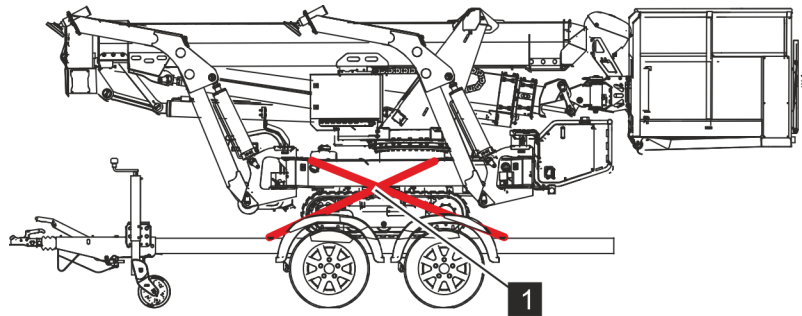
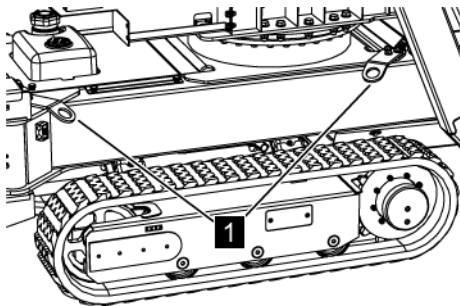
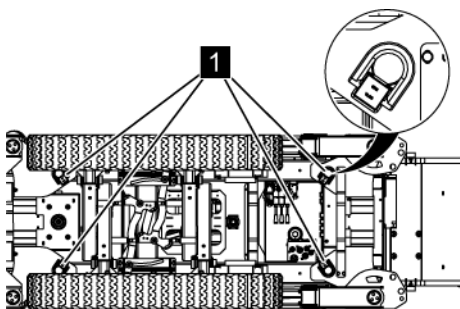

Abb. 39: Verankerung "über Kreuz"
Abb. 40: Anschlagpunkte Anhänger
Abb. 41: Anschlagpunkt LKW
- Die Maschine muss mit Sicherheitsgurten an den dafür vorgesehenen Lastböcken (Abb. 40/1 und Abb. 41/1) mit dem Transportmittel verankert werden.
Die Hubarbeitsbühne mit Anschlagmittel (z. B. Sicherheitsgurte) an den Haltern (Abb. 40/1) über Kreuz (Abb. 39/1) mit dem Anhänger verankern und sichern.
Die Hubarbeitsbühne z. B. mit Sicherheitsgurten an den Lastböcken (Abb. 41/1) mit der Verladepritsche verankern und sichern.